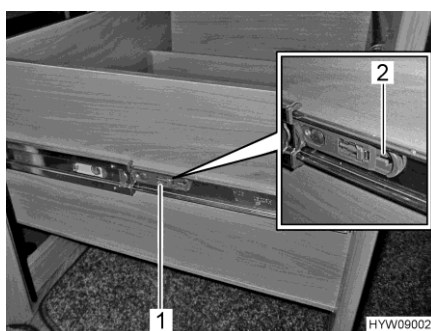

Fig. 130 Tiroir de la surface de travail
- Des deux côtés du tiroir de la surface de travail, tirer sur la patte (Fig. 130,1) dans le sens de la flèche (Fig. 130,2). Il est alors possible d'extraire le tiroir de la surface de travail au-delà de sa butée.